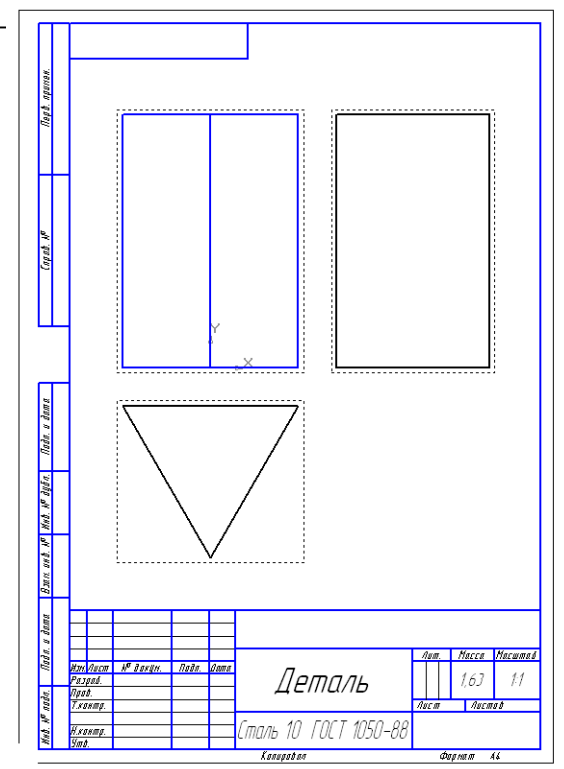

Рис. 13.7.
2.6. Нажмите Enter или кнопку мыши. Ассоциативная проекционная заготовка чертежа создана (рис. 13.7).